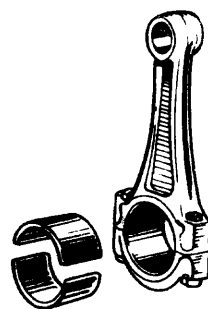

Fig. 2
- Eje cigüeñal y bielas (cojinetes de bielas Fig. 2).